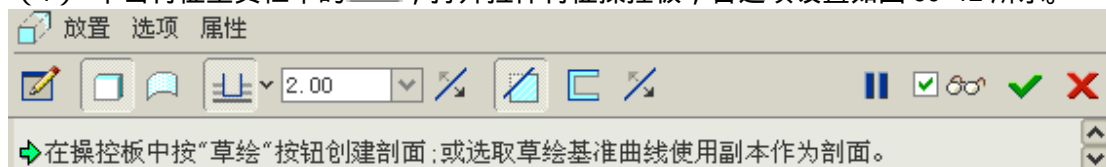

图 59-12
(1) 单击特征工具栏中的 ，打开拉伸特征操控板，各选项设置如图 59-12 所示。